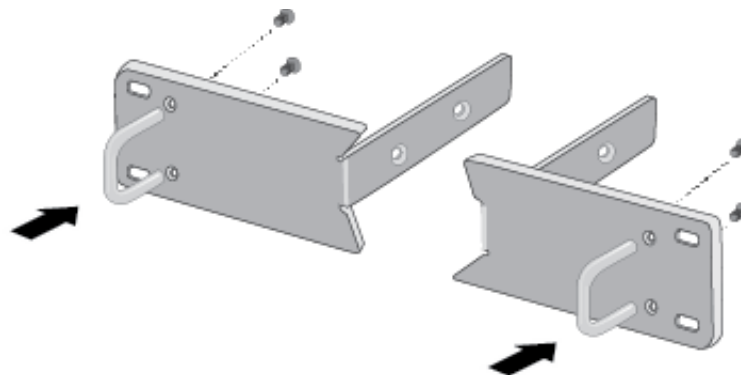

Рисунок 41. Крепление рукояток к кронштейнам
2. Прикрепите рукоятки к коротким кронштейнам при помощи винтов М3х6мм и крестовой отвертки, как это показано на рис. 41.